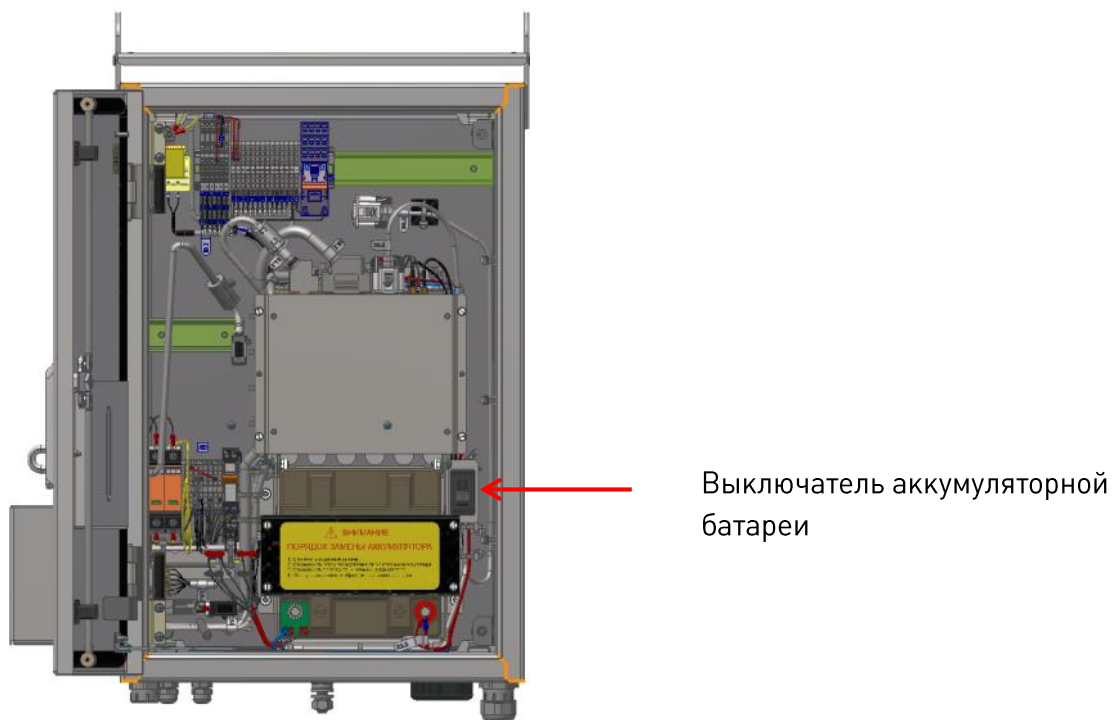

Рис.6.1. Выключатель аккумуляторной батареи
9. Включить выключатель аккумуляторной батареи (см. **рис.6.1**).